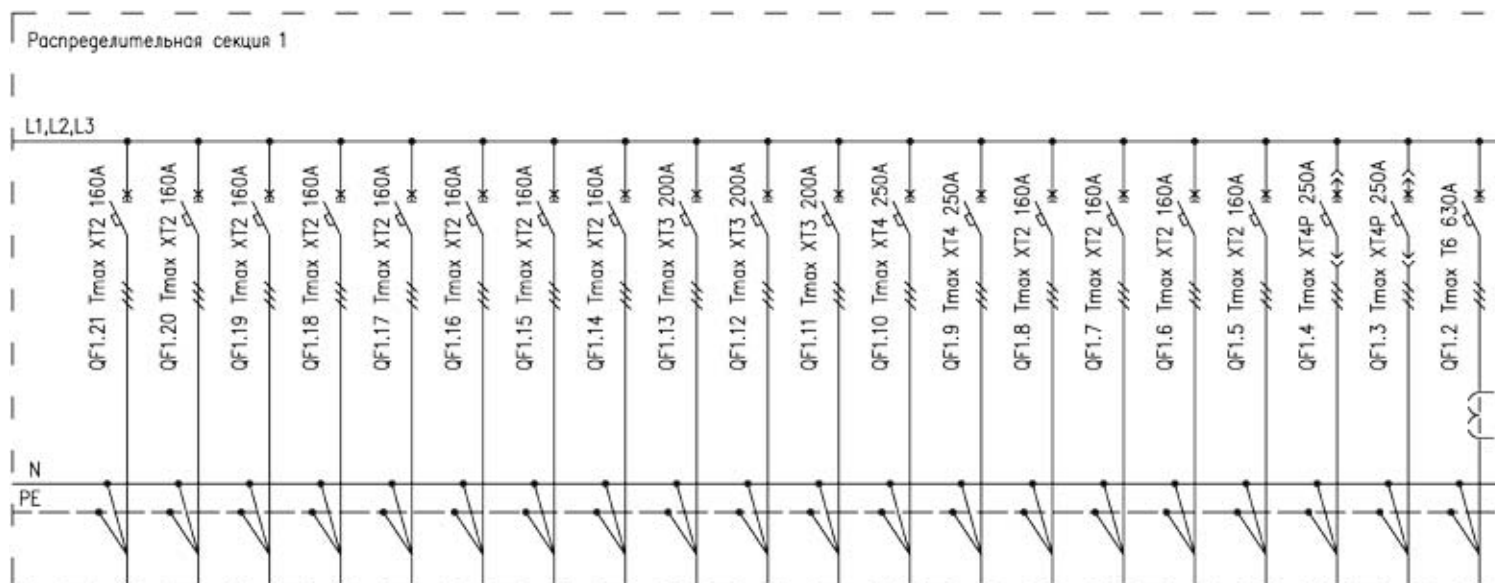

Рис. 2.1. Однолинейная схема ГРЩ
Однолинейная схема ГРЩ представлена на рис. 2.1. Для начала ее необходимо рассмотреть и разбить на функциональные сегменты, которые затем будут сравниваться с сеткой однолинейных схем соответствующего тока. Итак, ГРЩ предназначен для питания электроэнергией и защиты отходящих линий двух секций нагрузок. Номинальный ток сборных шин равен 1600 А. Подача электроэнергии на каждую из секций осуществляется с помощью вводных автоматических выключателей (AB) Emax E2 ($I_n = 1600$ А). При пропаже питания на одном из вводов, питание обесточенной секции осуществляется от оставшегося в работе ввода, а операция автоматического ввода резерва (ABP) реализу-